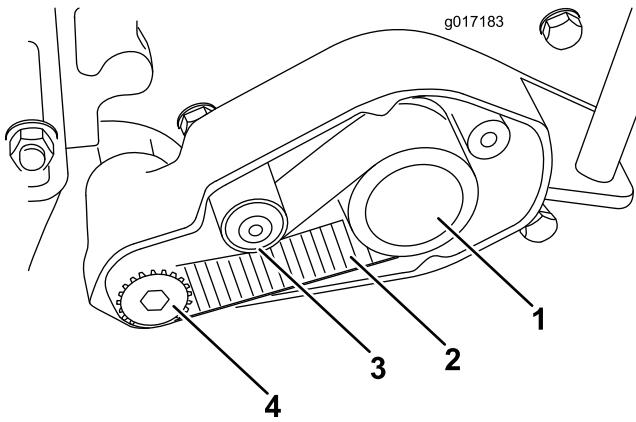

Figure 6
14. Vissez la poulie d'entraînement sur le prolongement gauche de l'arbre du cylindre (Figure 6). Empêchez le cylindre de tourner en le bloquant avec une cale en bois et serrez la poulie à au moins 23 Nm (17 pi-lb).
15. Montez la courroie d' entraînement crantée autour de la poulie d' entraînement et de la poulie menée et sous la poulie de tension arrière (Figure 6).
24. Vérifiez la tension de la courroie d'entraînement en appuyant au centre du brin, entre les poulies menante et menée (Figure 6). Une force de 2 à 4 kg devrait être requise pour enfoncer le milieu de la courroie de 6 mm. Pour régler la tension, desserrez le boulon à tête Allen arrière de pivot de la poulie de tension, faites pivoter la poulie de tension pour obtenir la tension correcte et resserrez le boulon à tête Allen à un couple de 9 à 14 Nm (7 à 10 pi-lb).